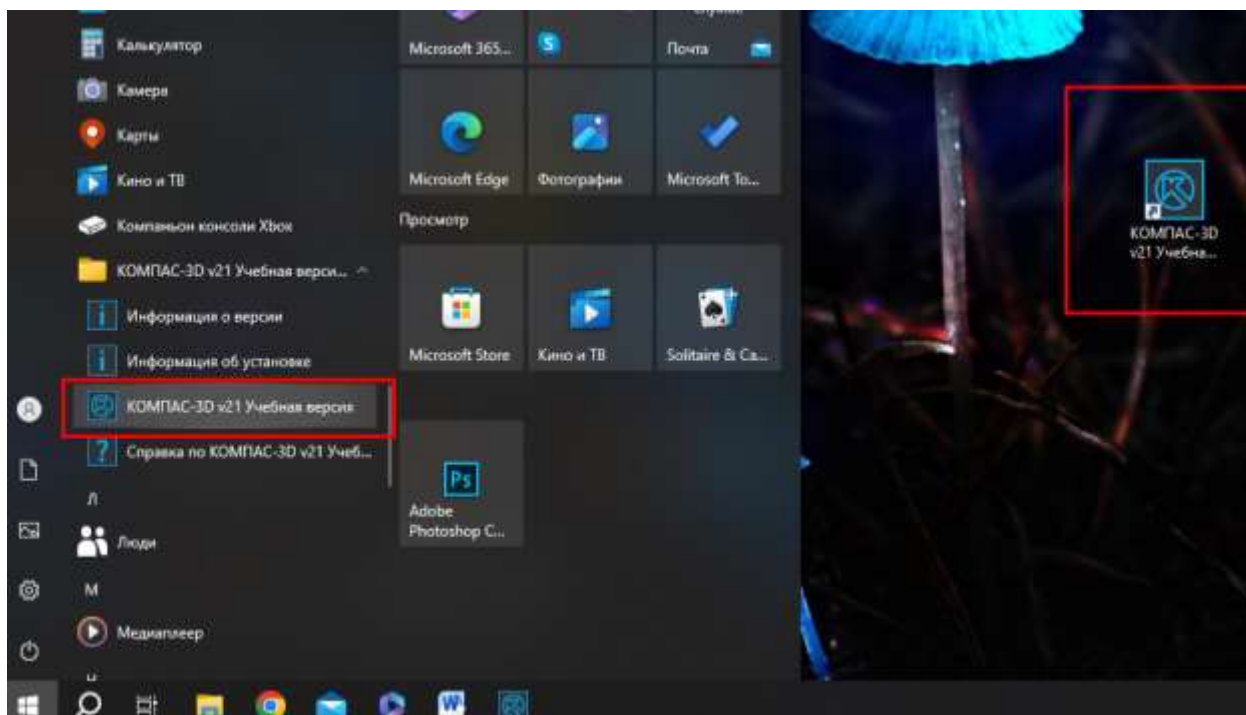

Рисунок 1 – Запуск программы
2. Сделать двойной щелчок на ярлыке системы, расположенном на рабочем столе (рисунок 1).